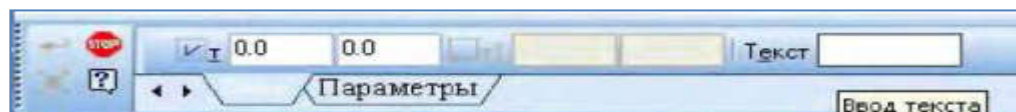
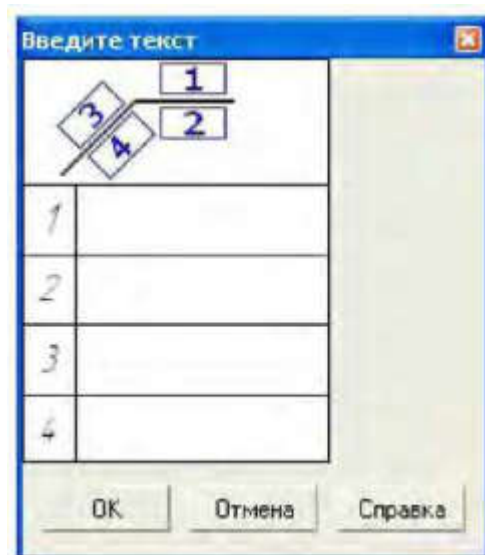

Рисунок 3.18 - **Панель свойств** при включении кнопки **Линии выноски**
Рисунок 3.19 - Выпадающее меню для ввода текста на линии
- **Линия выноски.** При включении кнопки **Линия выноски** появляется изображение **Панели свойств**, показанной на рис. 3.18. При указании графическим курсором в окне **Текст**, появляется выпадающее меню (рис. 3.19) и **Панель свойств** для выбора варианта расположения текста.